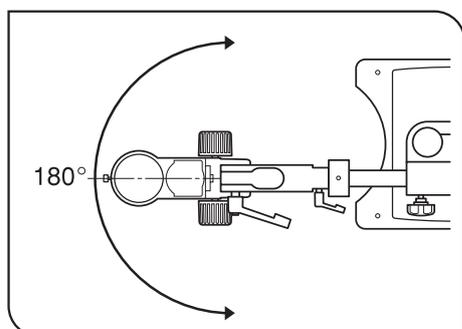

fig. 21
6. Para rodar o corpo do microscópio horizontalmente, solte o mecanismo de aperto do braço do suporte SZX ou do corpo do microscópio SZX. (fig. 21)